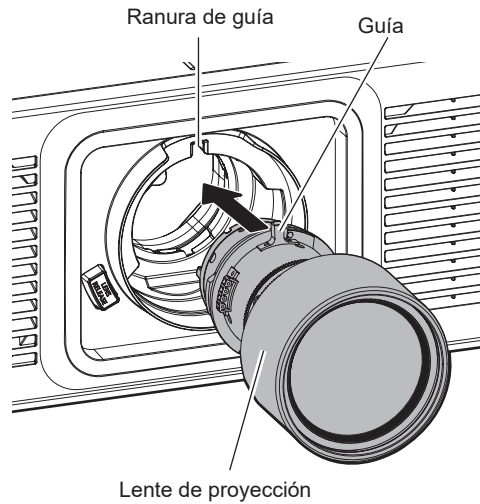

Figura 2
2) Alinee la guía de la lente de proyección con la ranura de la guía del proyector e insértela hasta el final. (Figura 2)